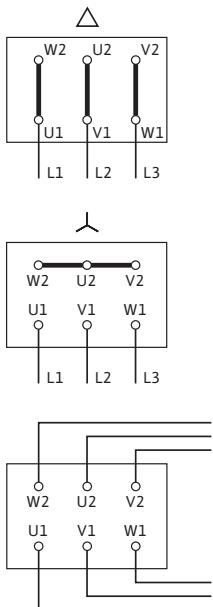

Fig. 11: Nettilkobling
- Koblingsskjemaet for elektrisk tilkobling befinner seg i koblingsboksns deksel (se også fig. 11).
- Nettilkoblingen til klemmebrettet er avhengig av motorytelsen P_2 , nettspenningen og innkoblingstypen. Den nødvendig koblingen til forbindelsesbroene i koblingsboksen finner du i påfølgende tabell og fig. 11.